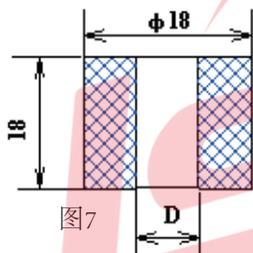

图7
(1) 进线电缆的选择：在防水、防爆场合应使进线外径与密封胶圈孔径相符，以保证进线螺母拧紧后，能保证良好密封。电缆外径为 $\Phi 5.5 \sim \Phi 10$ ，胶圈的配合尺寸见图7。